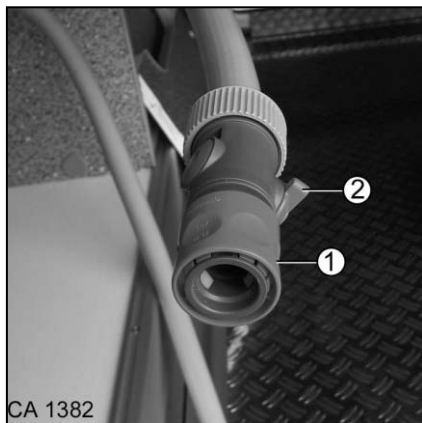

Fig. 166 Raccord du tuyau de rinçage
1. Raccorder le raccord enfichable (Fig. 166/1) du tuyau de rinçage (A, B) à une alimentation en eau extérieure.
2. Ouvrir le robinet d'arrêt (Fig. 166/2) du tuyau de rinçage (A, B) et rincer le réservoir des eaux noires jusqu'à ce que tous les résidus soient éliminés.
3. Fermer d'abord l'alimentation en eau extérieure ; ensuite fermer le robinet d'arrêt (Fig. 166/2) du tuyau de rinçage (A, B).